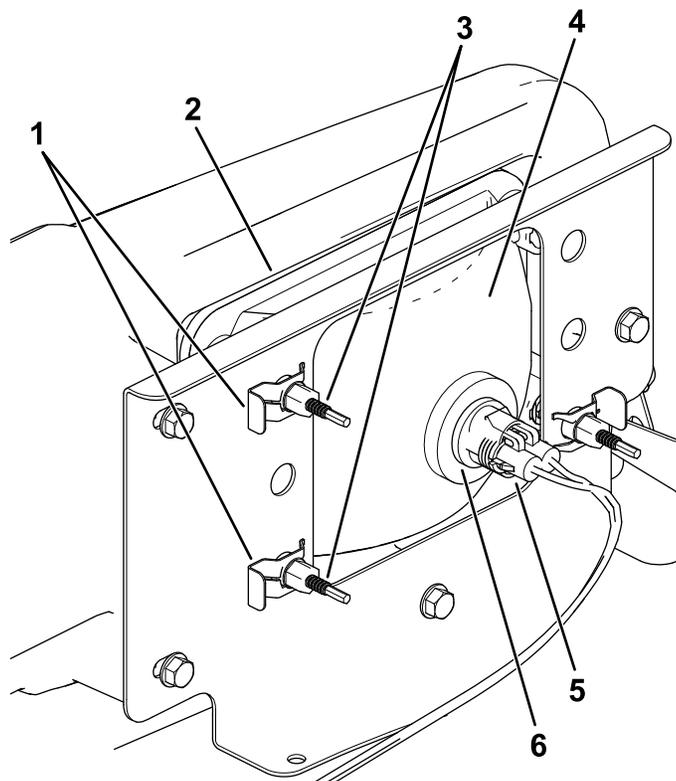

图 51
3. 将线束的电气接头与新灯总成的接头断开图 51。
4. 卸下将大灯固定至大灯支架上的快速夹图 51。
5. 将大灯总成从前保险杠的开口向前推出卸下大灯总成图 51。
6. 通过保险杠开口将新大灯装入图 51。
8. 将线束的电气接头与灯总成的接头连接图 51。
5. 在大灯总成背面旋转调节螺丝图 51 以转动大灯总成调整光束投射的位置。